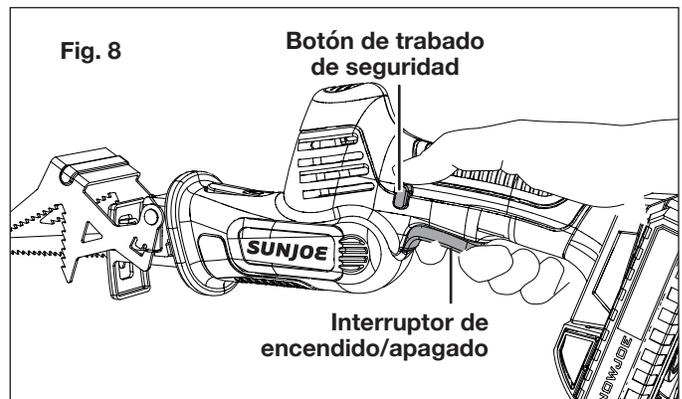

Fig. 8
2. Para encender esta herramienta, presione el botón de trabado de seguridad y, sin soltarlo, apriete el gatillo (Fig. 8). Cuando la máquina esté funcionando, suelte el botón de trabado de seguridad.